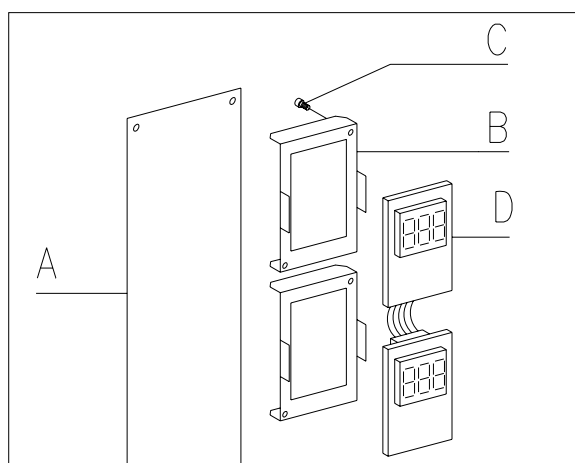

FIG. 20
8.13 SOSTITUZIONE DISPLAY FIG. 20